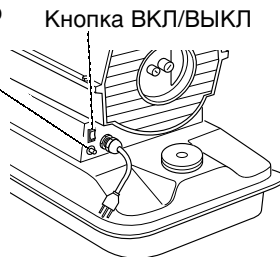

Рис. 5. Кнопка повторного зажигания для нагревателей мощностью 10 и 20 кВт
После перевода кнопки ВКЛ/ВЫКЛ в положение ВКЛ нагреватель должен включиться. Если нагреватель не включается, нажмите кнопку повторного зажигания (при срыве пламени) (см. Рис. 5 и 6).
1. Нажмите кнопку повторного зажигания. См. рис. 5 и 6 на стр. 6